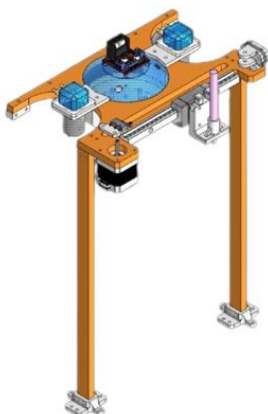

Рисунок 2 – Робот-художник
3) Разработан робот-художник (рис.2) для украшений и начинок.